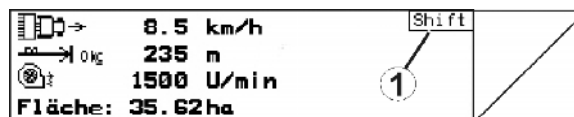

Bild 9
- Om shift-knappen är aktiv visas detta på displayen (Bild 9/1).